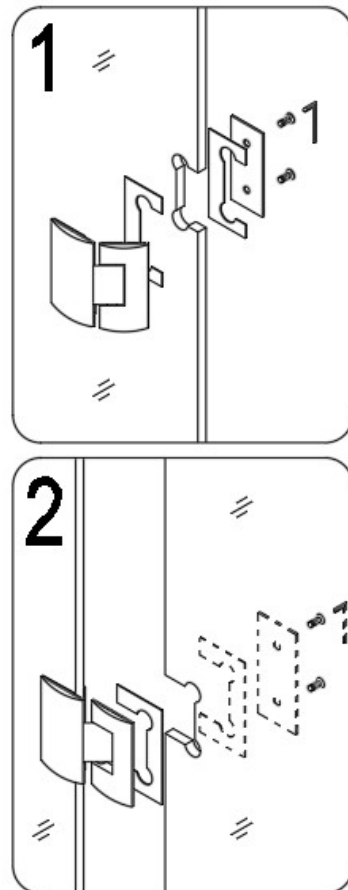

Рис. 8
8. Прикрепите петли (05) на стационарное стекло с декоративной стороной наружу. Крючок двери стекла (02) с внутренней стороны. Выполните необходимые настройки, чтобы верхний край двери совпадал с обеими стационарными стеклянными панелями. Смотрите рис. 8 инструкции.